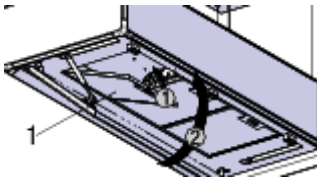

Fig. 34: Colocación de los filtros metálicos de aceite
Coloque el filtro de aceite metálico en el aparato y desbloquee el cierre del filtro ( Fig. 34/1)
12. Instale el filtro metálico de aceite ( Fig. 34/2)
13. Cierre el aspirador lateral ( Fig. 34/3).